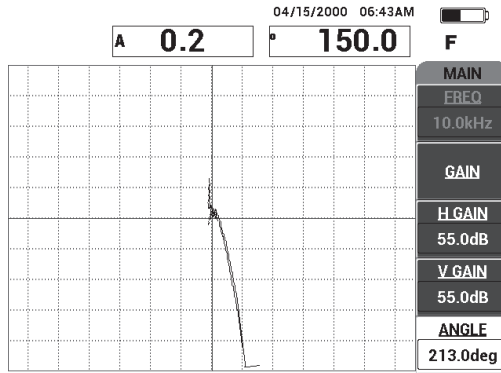

Рис. 6-33 Настройка угла сигнала вверх
7. Нажмите клавишу меню MAIN (📶), затем УГОЛ (клавиша E) и настройте угол сигнала так, чтобы сигнал от дефекта был направлен вверх на 90° (см. Рис. 6-33 на стр. 156).